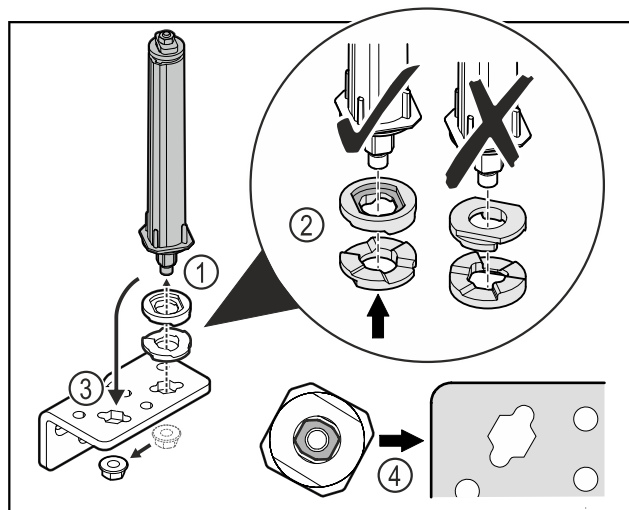

Fig. 41
- Løsn møtrikken, og fjern dørlukkesystemet Fig. 41 (1).
- Vær opmærksom på, at højdeindstillingsskiverne vender korrekt Fig. 41 (2).
- Flyt lukkesystemet i hængselvinklen, og fastgør med møtrikken Fig. 41 (3).
- Vær opmærksom på, at dørlukkesystemet vender korrekt, når det sættes i Fig. 41 (4).